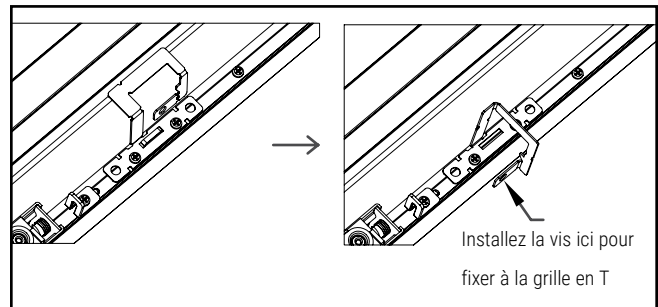

Figure 10.
6. Pliez 4 attaches sismiques comme illustré à la figure 10. Si le code local l'exige ou le souhaite, enfoncez une vis auto-perceuse (non fournie) pour fixer les attaches à la grille en T. Voir la figure 10.